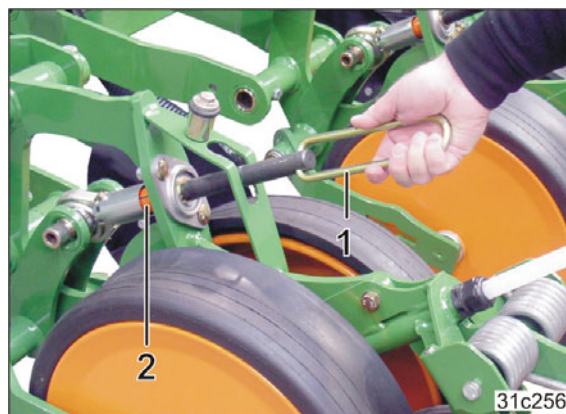

Fig. 166
2. Indstil den ønskede aflægningsdybde ved at dreje spindlen (Fig. 166/2) med bøjlens (Fig. 166/1).